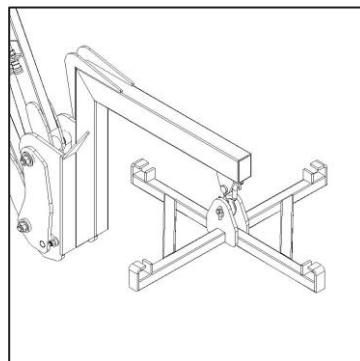

Fig. 4
- The F1000 Uniloader® model may also be equipped with a hook attachment for general lifting tasks, plus a cruciform spreader for the handling of agricultural bulk bags (Fig. 4).
- Die F1000-Uniloader®-model kan ook toegerus word met 'n haakhegstuk vir algemene hystake, plus 'n kruisvormige raam vir die hantering van landboukundige grootmaatsakke (Fig. 4).